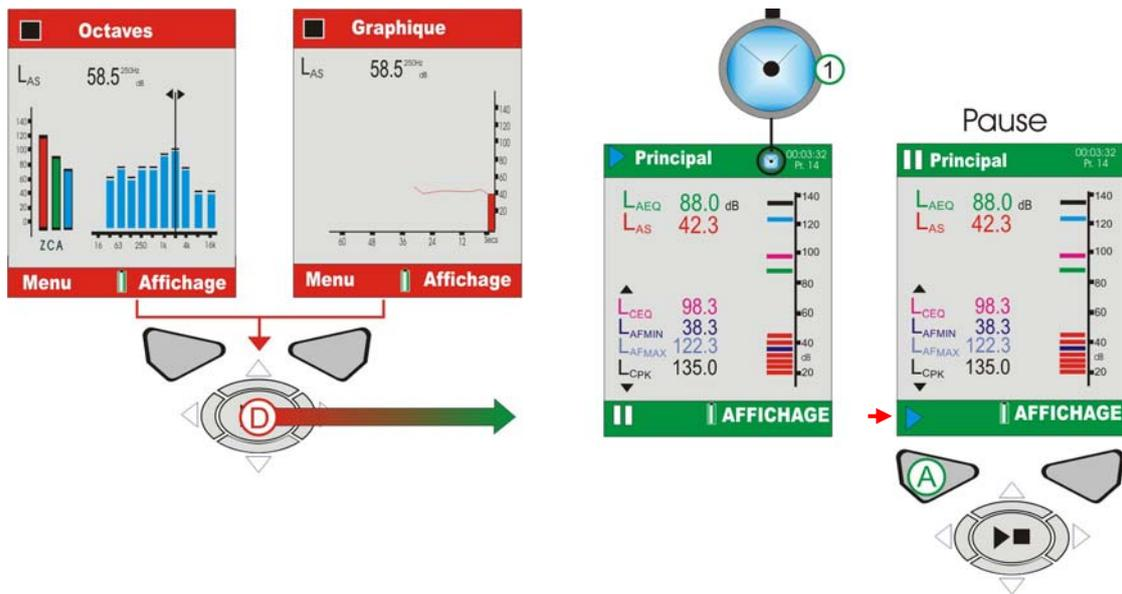

Figure 12 Écrans de prise
**B. ÉCRANS DE PRISE (consulter la figure 12)**